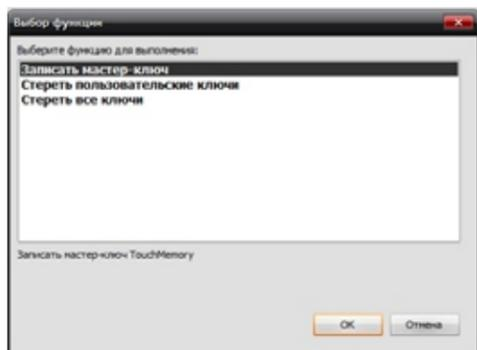

Рисунок 3
3.2.8 При отсутствии прописанных пользовательских ключей iButton необходимо предварительно назначить мастер-ключ. Для прописывания мастер-ключа следует с FireSec подать команду «Записать мастер-ключ» (см. рисунок 3) и подтвердить выбор нажатием кнопки «ОК».